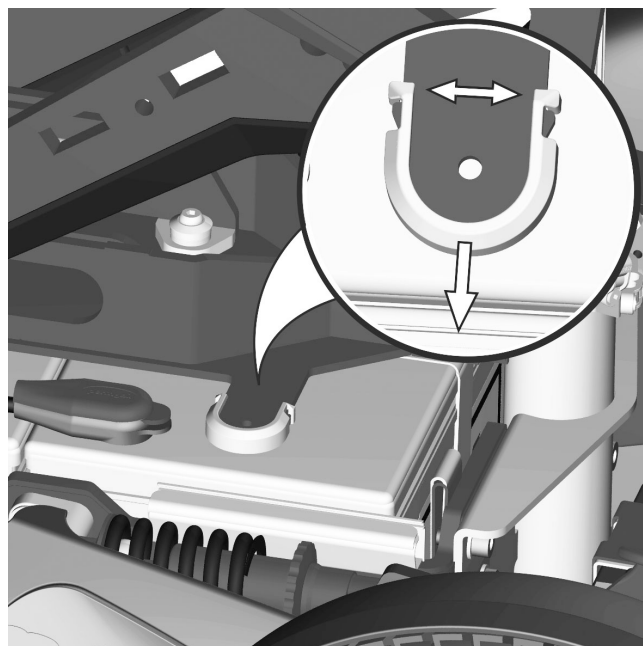

Abbildung 95. Verpolungsschutz der AP-Sitzhöhenverstellung
4. Verpolungsschutz abmontieren, indem man dessen Kanten vorsichtig nach außen biegt und gleichzeitig von der AP-Sitzhöhenverstellung zieht. Siehe Abbildung. 95.